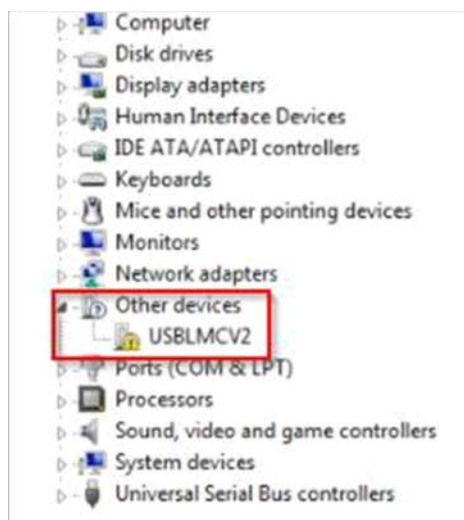

Рисунок 2
- На ПК перейдите в «Панель управления» > «Система и безопасность» > «Администрирование» > «Диспетчер устройств». Вы увидите новое устройство в списке «Другие устройства» (рис. 2).